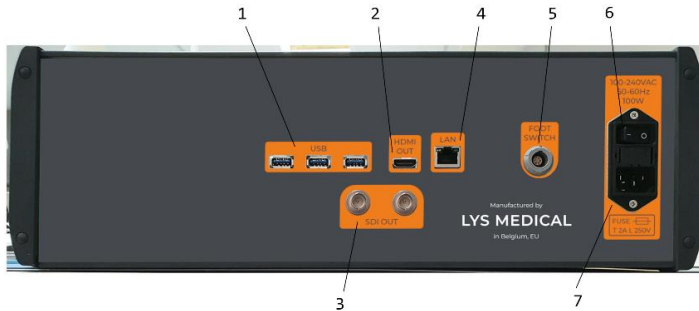

Abbildung 5 - Rückseite des Controllers
1. Installieren Sie den Controller im Endoskopieraum in einem Abstand von maximal 1 m zum Patienten und in der Nähe der Endoskopieanlage (siehe Abbildung 11) Sicherstellen, dass der Netzschalter und das Kabel (siehe #6 und #7 in Abbildung 5) zum Trennen des Controllers immer zugänglich sind.
2. Schließen Sie die verschiedenen Kabel an den Controller an (in Abbildung 5 ist die Lage der verschiedenen Anschlüsse dargestellt):